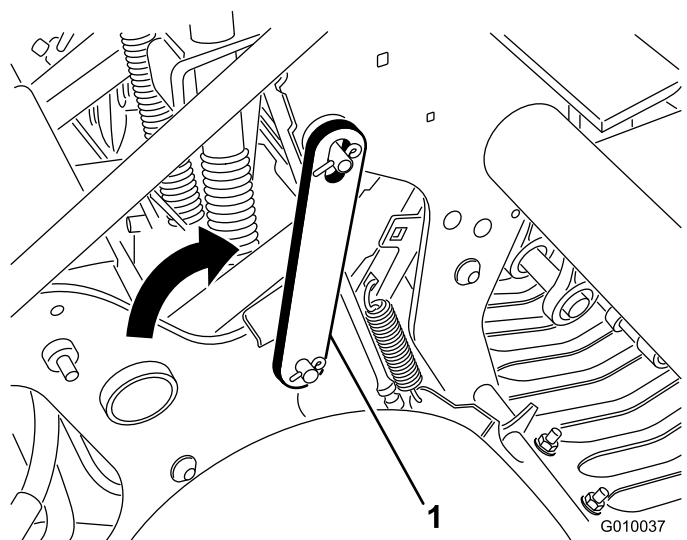

Figura 21
4. Gire el cerrojo de mantenimiento hacia atrás y sitúelo sobre el perno del cabezal de perforación (Figura 21). Sujételo con el anillo de retención.